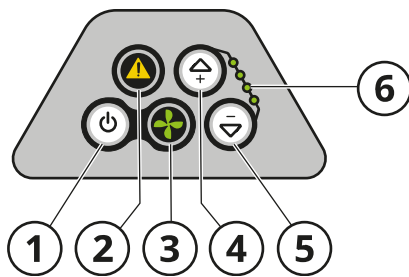

Fig. 19
Consulte la **Fig. 19**.
El ventilador se inicia/detiene con el botón de inicio/parada (1, **Fig. 19**) y el funcionamiento viene indicado mediante el indicador de funcionamiento (3). Para ajustar el flujo de aire, tiene a su disposición los botones de «aumentar y disminuir» (4 y 5). El flujo seleccionado se indica mediante la barra led (6).